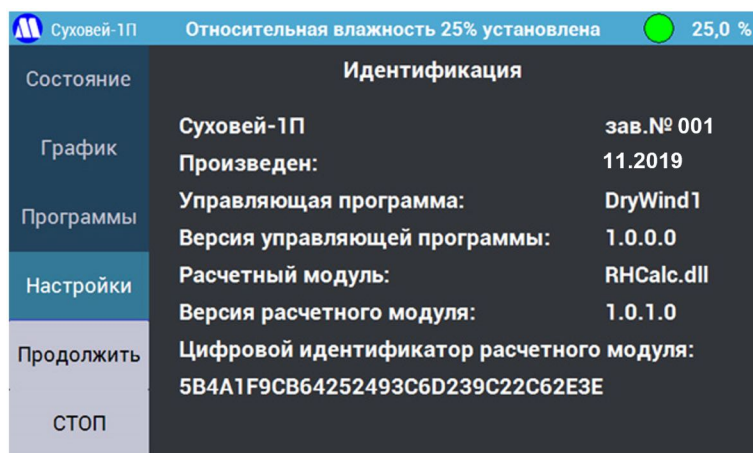

Рисунок 21 – Экран «Идентификация».
7.2.11.7. Кнопка «Идентификация» (Рисунок 21) открывает экран с информацией о заводском номере, дате производства и программном обеспечении генератора.